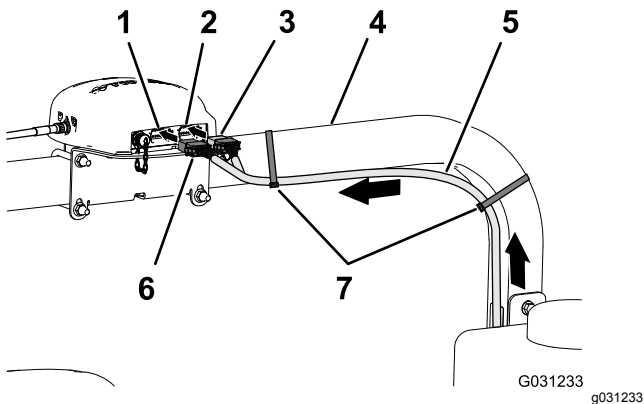

Figure 134
2. Acheminez la branche de 390 cm du faisceau de données le long du tube droit du système ROPS, en orientant le connecteur à 12 douilles (gris) et le connecteur à 12 douilles (noir) vers le haut et le récepteur de navigation (Figure 134).
- Fixez la branche de 390 cm du faisceau de données au tube droit du système ROPS avec 2 attache-câbles, comme montré à la Figure 134.